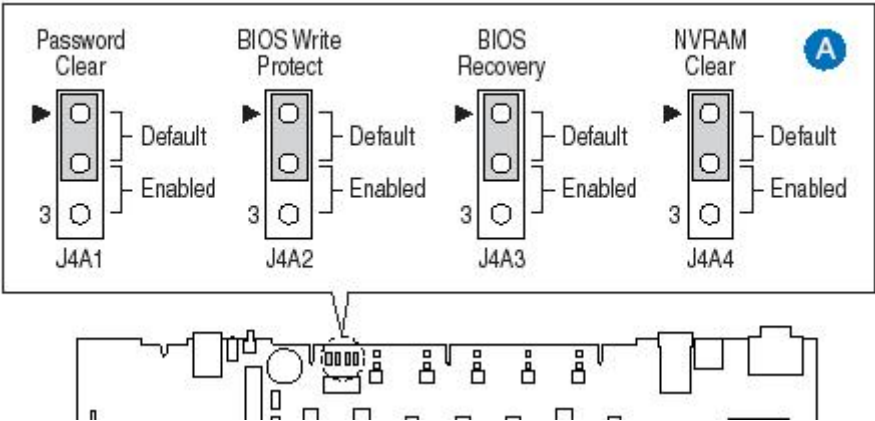

图 4-3 清除 CMOS 口令跳线设置
- 2、如图 4-3 所示将跳线帽从 1-2 脚移到 2-3 脚。